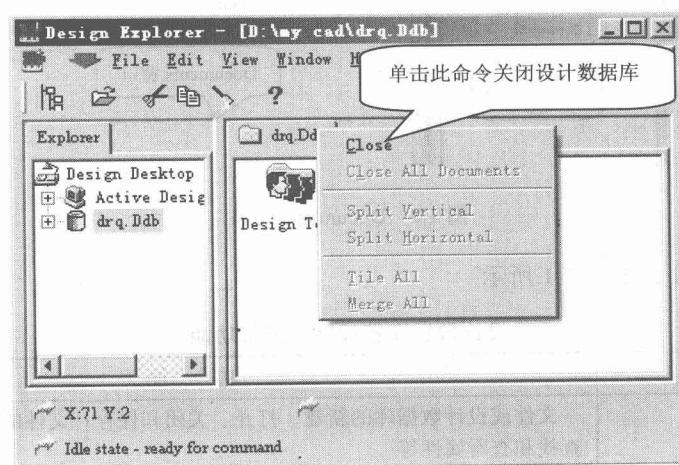
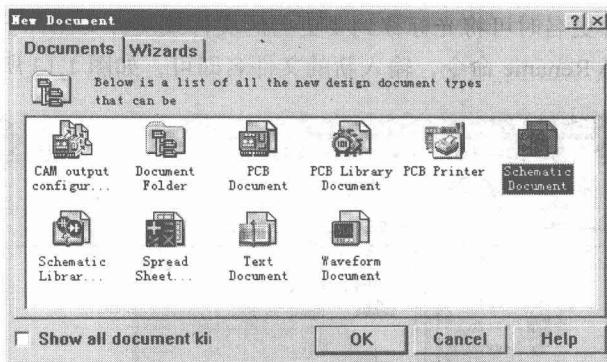

图 1.10 关闭设计数据库
图 1.11 New Document 设置框
- (1) 在设计管理器中, 单击菜单命令 File | Close Design, 即可关闭当前打开的设计数据库文件。
- (2) 在工作窗口的设计数据库文件名标签 (如 drq.Ddb) 上单击鼠标右键, 在弹出的快捷菜单中选择 Close 命令, 也可关闭此数据库, 如图 1.10 所示。
- (1) 在图 1.10 所示窗口中单击菜单命令 File | New 或用鼠标右键单击 Documents 空白处, 弹出快捷菜单, 选择 New 命令则出现 New Document 设置框, 选择 Documents 标签, 出现如图 1.11 所示的新建文件对话框。在该对话框中选择对应的文件类型图标后单击 “OK” 按钮, 即在 Documents 文件夹下建立了新的文件或文件夹。